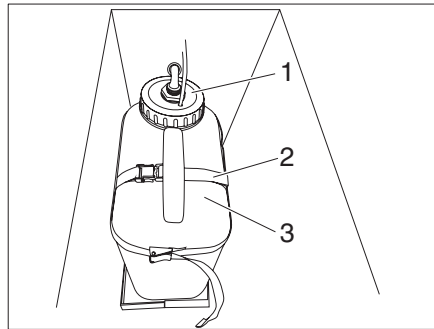

Bild 84 Vattenbehållaren till utomhusduschen
Vattenbehållaren (Bild 84) till utomhusduschen befinner sig på vänstersidan av fordonet under åtkomstluckan för gasspisens.
- ▶ Fästremmarna (Bild 84,2) lossas.
- ▶ Locket (Bild 84,1) skruvas av tillsammans med doppumpen.
- ▶ Vattenbehållaren (Bild 84,3) tas loss och fylls på.
- ▶ Påfylld vattenbehållare sätts tillbaka liksom locket med doppumpen (Bild 84,1) och dessa skruvas sedan fast.
- ▶ Vattenbehållaren med fästremmarna (Bild 84,2) som säkras.